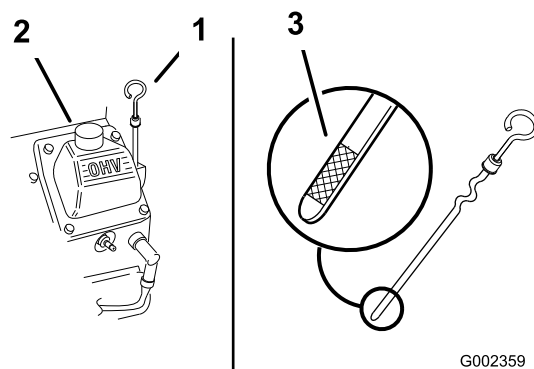

Figura 160
- Curățați zona din jurul buonului de umplere cu ulei și din jurul jojei (Figura 160).